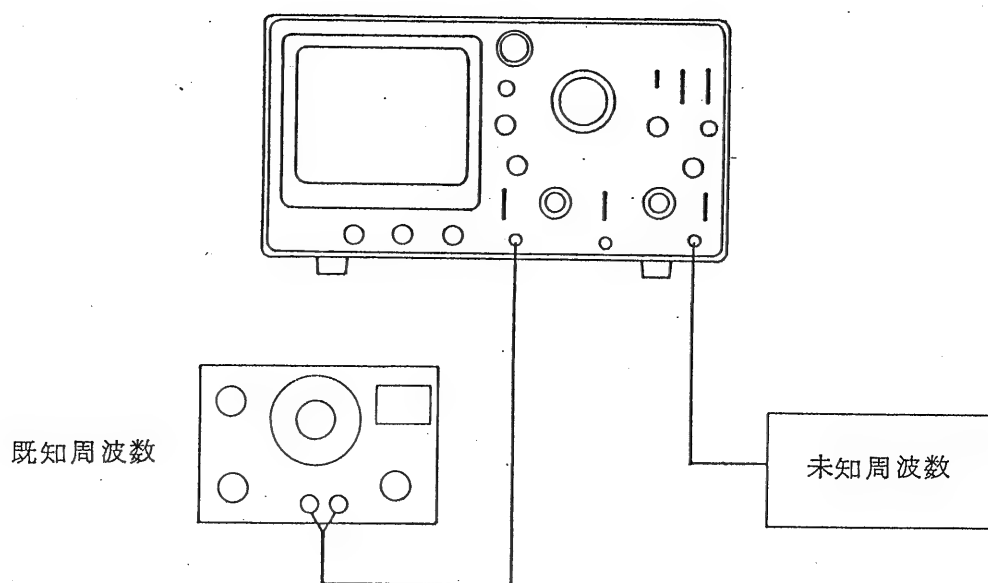

図5-6
- リサージュ図形による位相差の測定(図5-6、5-7、5-8参照)